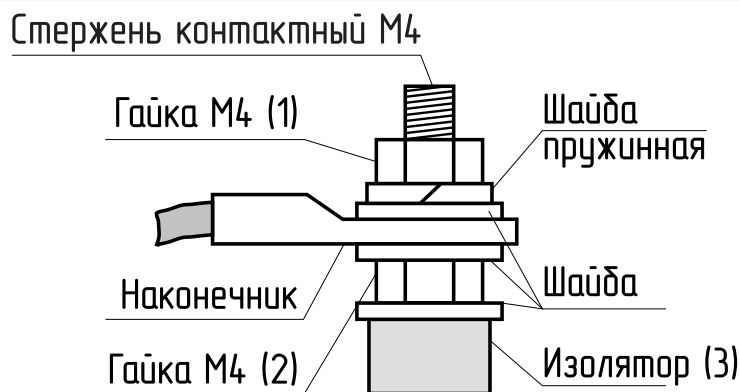

Рис.8 Присоединение проводов к выводам блок ТЭН
6.7. При замене блок ТЭН присоединение фазных проводов к выводам блок ТЭН производить согласно Рис.8. Сечение кабеля указано в табл.1.
Внимание! При закручивании гайки М4 (поз.1, Рис.8) во избежание короткого замыкания, при повреждении изоляции (поз.3, Рис.8) и последующего выхода из строя блока ТЭН необходимо зафиксировать (рожковым) гаечным ключом гайку М4 (поз.2, Рис.8). Затяжку гайки М4 (поз.1, Рис.8) производить с усилием 1,8 Нм.